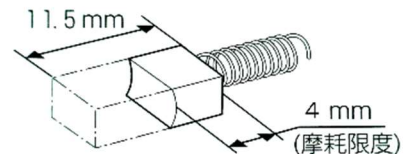

図 H-1
- 1) カーボンブラシは定期的に点検し、長さが 4mm 以下になったら交換して下さい。(図 H-1)